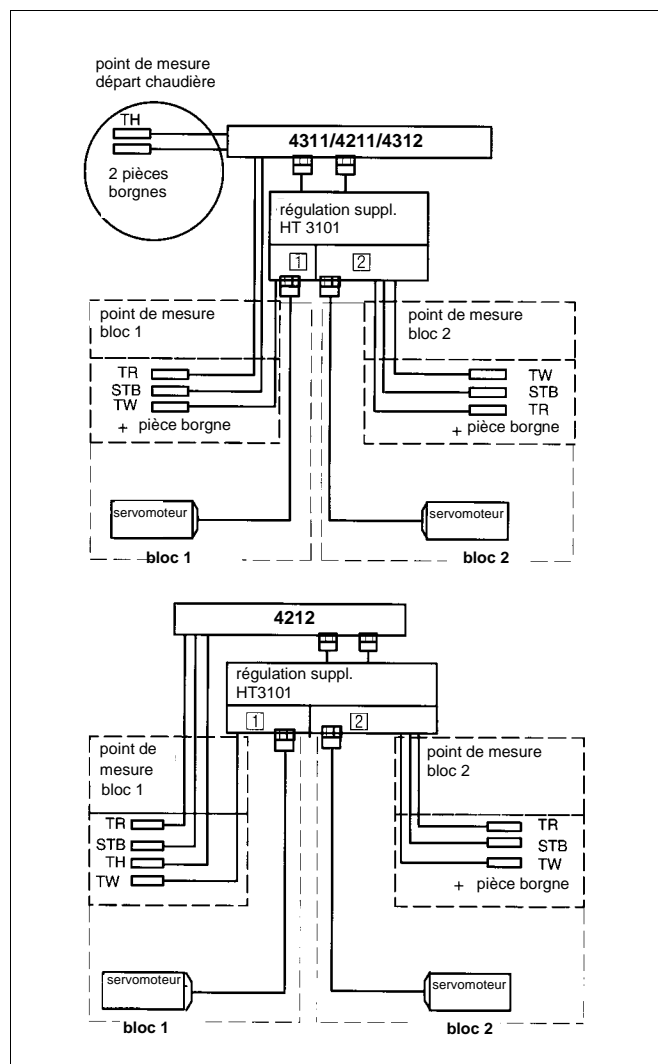

Fig 62 Schéma de raccordement de l'appareil de régulation
- Câbler les raccordements entre la régulation supplémentaire et les servomoteurs selon le schéma de raccordement (fig. 62).
Selon le schéma (fig. 62), les sondes séparées de la HT3101 se joignent avec les sondes de la régulation dans le point de mesure bloc 1 (doigt de gant). Les tubes capillaires des sondes de température (3 sondes et une pièce borgne) se trouvent selon le schéma (fig. 62) dans le point de mesure bloc 2 (doigt de gant).
### Legende pour Fig. 62